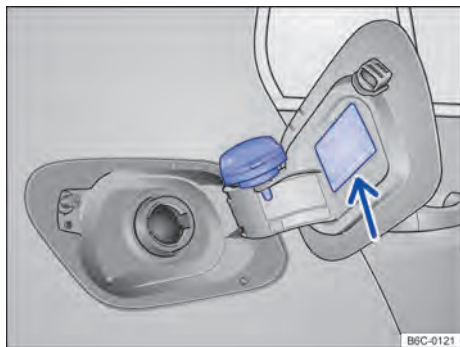

Fig. 169 Portezuela del depósito de combustible abierta con el tapón de cierre del depósito de combustible colgado.
- Retirar el tapón del depósito girándolo en sentido antihorario y encajarlo en el soporte de la tapa del depósito → fig. 169.